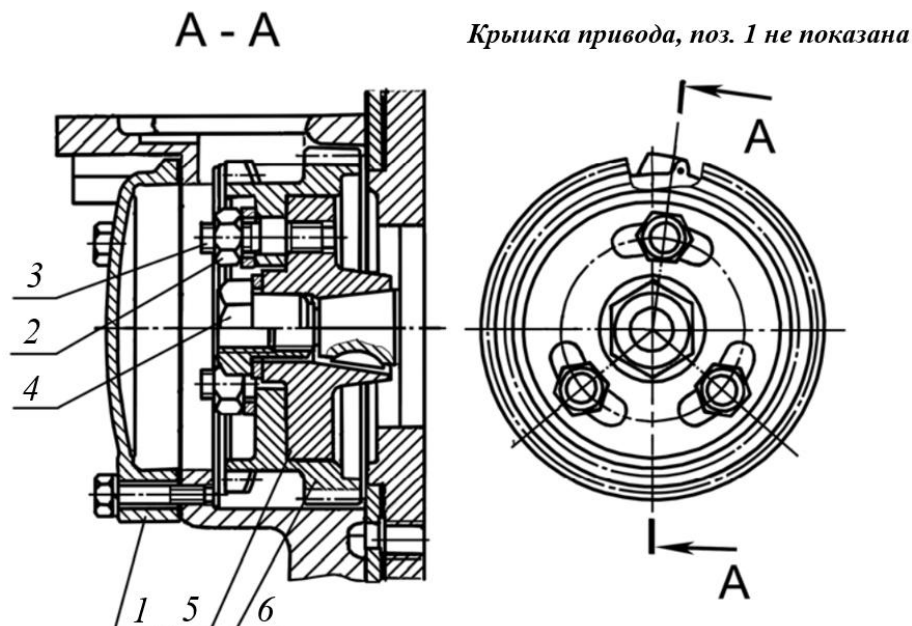

Рисунок 5.41. Привод топливного насоса
- ▶ Снять крышку привода топливного насоса поз. 1, рис. 5.41;
- ▶ Отпустить на 1...1,5 оборота гайки 2, рис. 5.41 крепления шестерни привода топливного насоса.
- ▶ При помощи ключа повернуть за гайку специальную 4 валик топливного насоса в одну и другую стороны в пределах пазов, расположенных на торцевой поверхности шестерни привода топливного насоса (см. сечение А-А) до заполнения топливом стеклянной трубки моментоскопа, рис. 5.41;
- ▶ В момент начала подъема топлива в стеклянной трубке прекратить вращение валика и затянуть гайки 2 крепления шестерни, рис. 5.41;